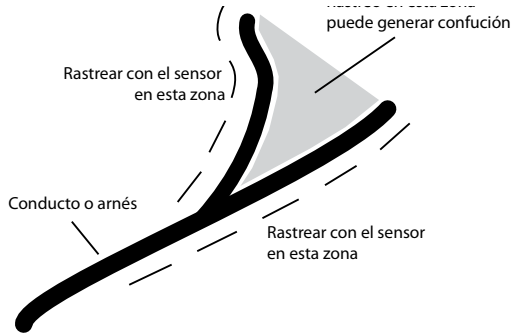

Fig. 8 -Rastreado de cables dentro de conductos plásticos o arneses
- Cuando el cable rastreado está localizado dentro de un conducto flexible de plástico o arnés y éste se divide en dos o más circuitos (ramas), existe la posibilidad de rastrear por una corta distancia una de las ramas equivocadas (que no contiene el cable deseado). Esto sucede porque el sensor detecta la señal de una de las ramas mientras está cerca de otra. Para evitar seguir en la rama equivocada, las diferentes ramas deben ser rastreadas desde fuera, como se muestra en la Fig. 8.